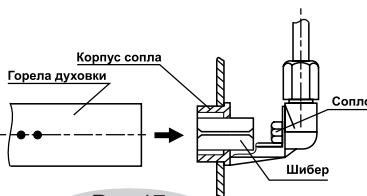

Рис.17
Установка шибера для работы на другом виде (давлении) газа (рис.17, 17а, 17б)
- удалите шибер из корпуса газопровода (рис. 17б);
Рис.17б